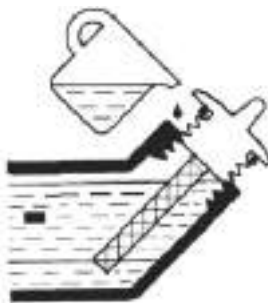

Рис.3. Заправка генератора маслом
7.3.2 Залить масло до уровня, указанного на рис.3.